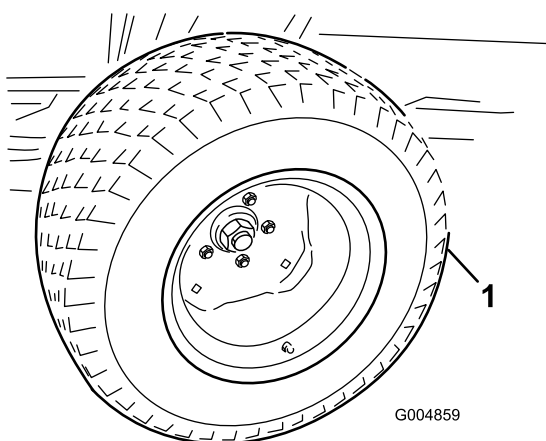

Figura 6
3. Instale los neumáticos de tracción de verano (Figura 6)